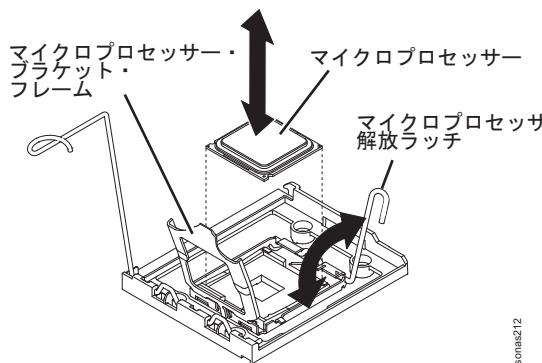

図 43. マイクロプロセッサー解放ラッチ
7. マイクロプロセッサー保持ラッチを解放します。このためには、ラッチの端を押し下げて、横に動かし、開いた（上）位置に解放します。図 43を参照してください。